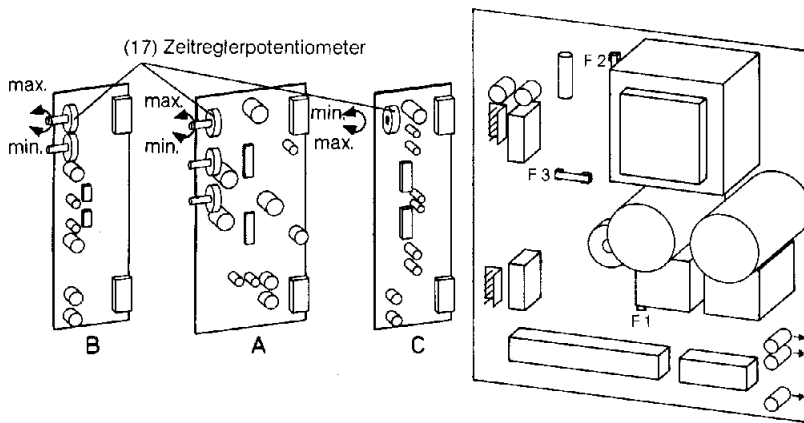

Bild 13
- (26) Miniatur-Kippschalter
- (27) Handsender
– Einstellen der Laufzeit des Motors über die Zeitreglerpotentiometer (17). (Abhängig von der Wahl der Steckmodule (A, B, C) für Motorsteuerung (Bild 13/14).